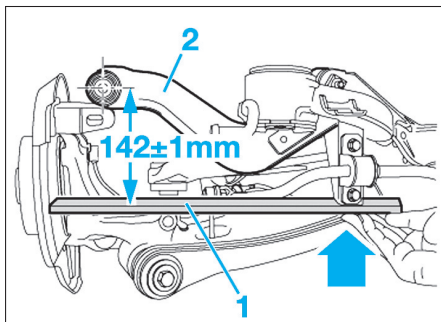

Fig. 33
- Placer une règle sous le palier de barre stabilisatrice dans le prolongement du bras supérieur (Fig.33).